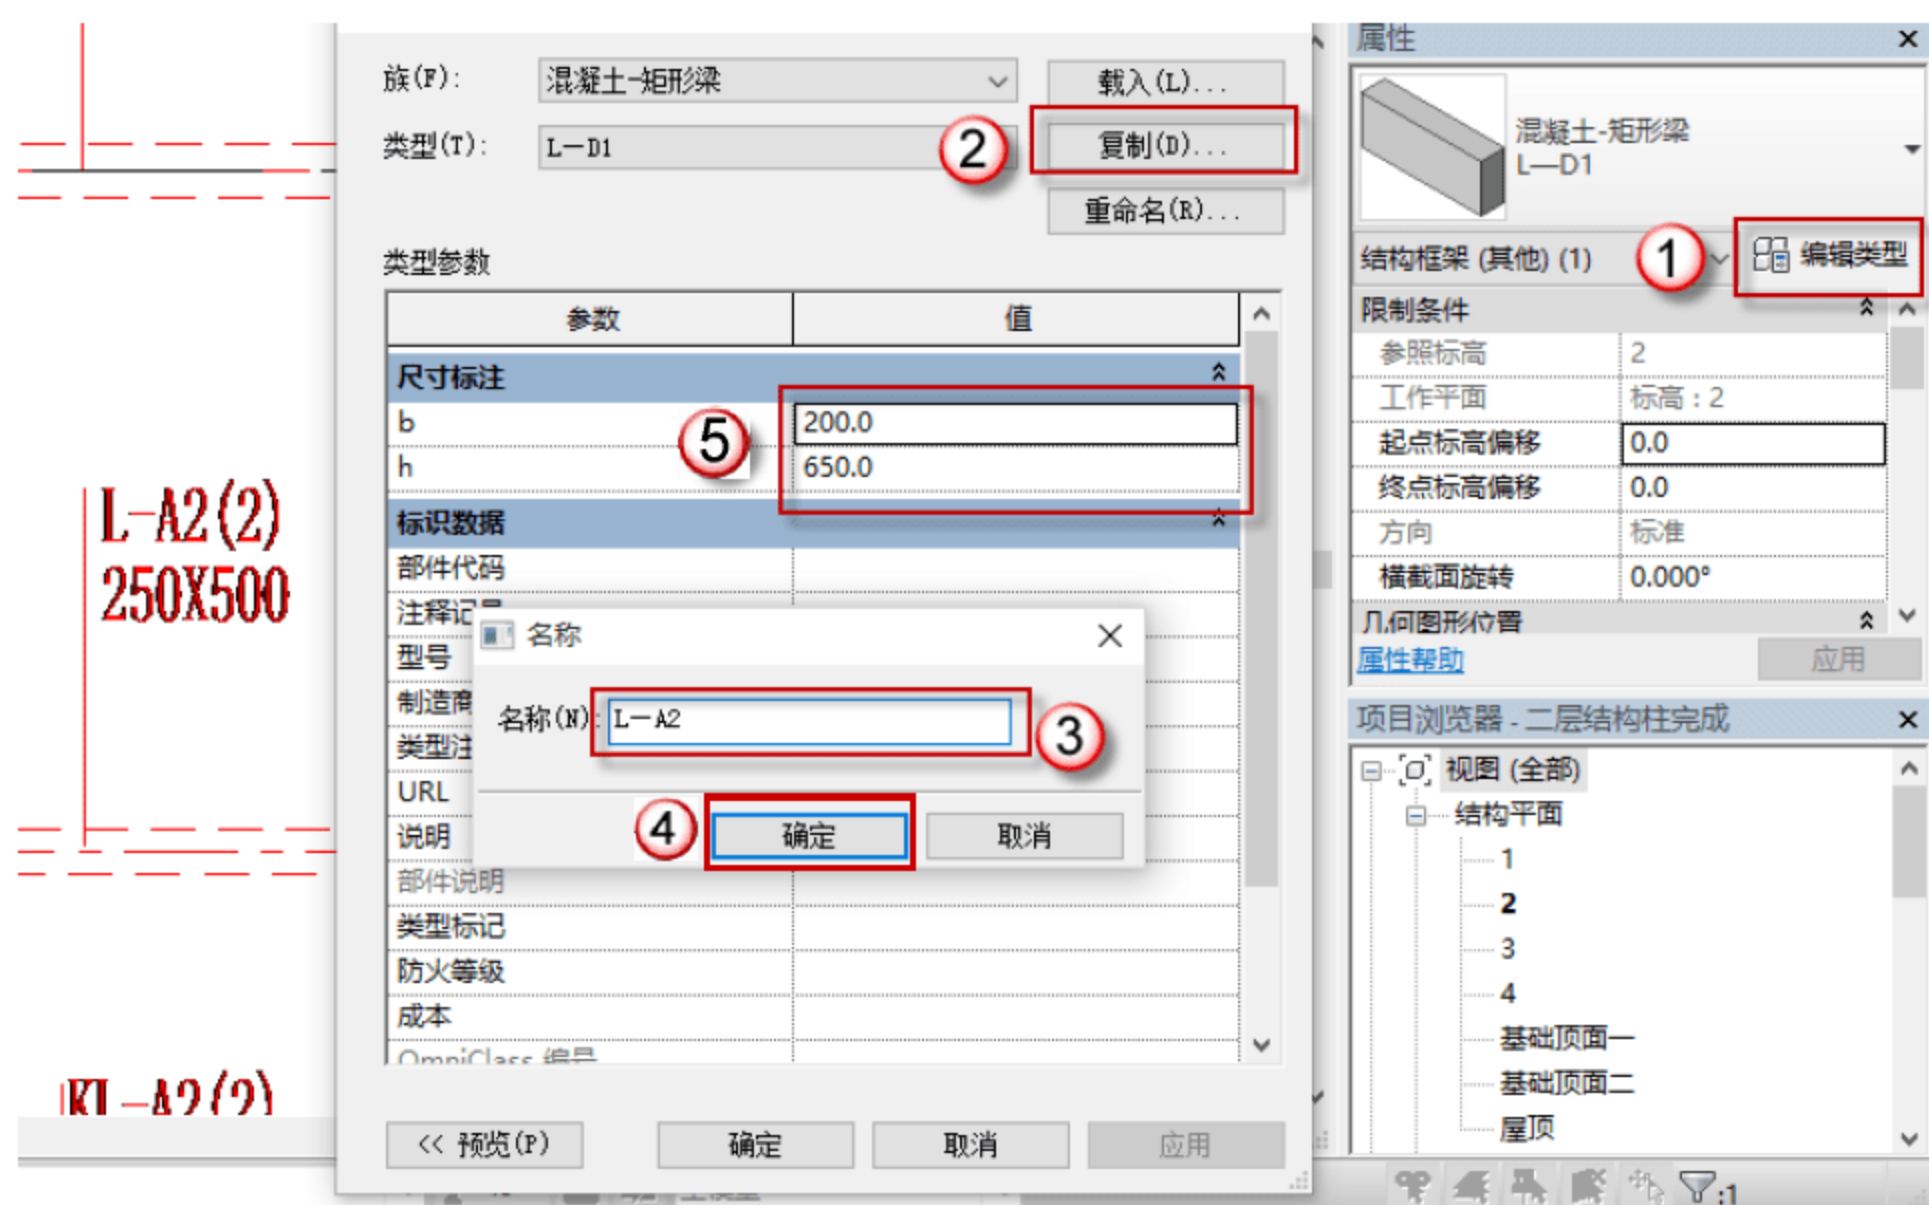

图 4.2.70 设置 L-A2 参数
(20) 设置矩形梁 L-A2 参数, 按快捷键 B+M, 出现绘制的界面, 单击“编辑类型”按钮, 在弹出的对话框中单击“复制”按钮, 再在弹出的对话框中命名新的族 L-A2, 单击“确定”按钮。在“尺寸标注”栏设置参数, 如图 4.2.70 所示。